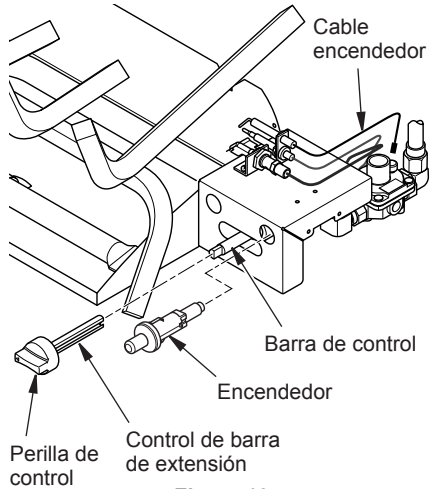

Figura 16
14. Instale la perilla de control a la extensión de las barras de control. Empuje la extensión de la barra de control en la "D" en forma de barra de control a través del orificio central de la tapa como se muestra en la Figura 16.